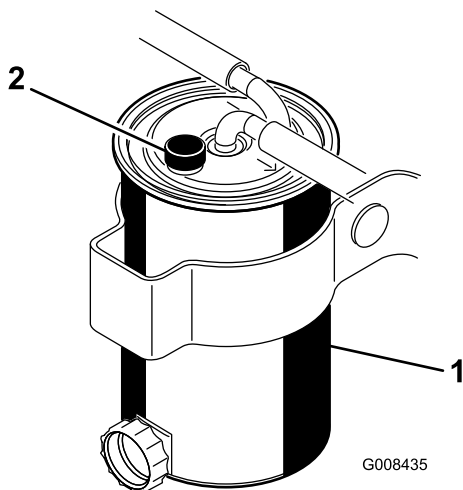

Figura 35
2. Abra la válvula de alivio, situada en la parte superior del cartucho, hasta que salga combustible (Figura 35).